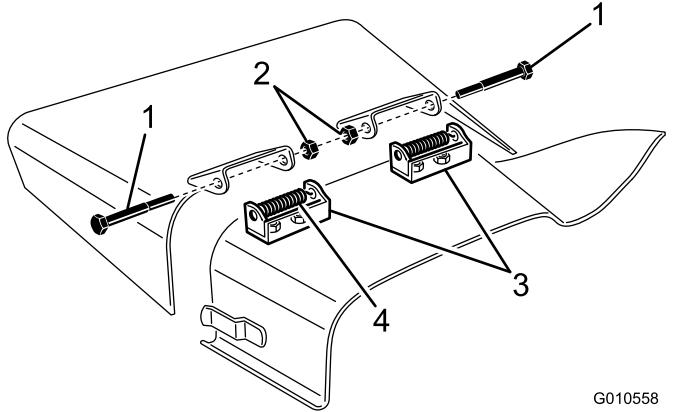

Figura 31
- Retire los 2 tornillos de caperuza, las contratuerzas y los muelles que sujetan los soportes del deflector a los soportes de giro (Figura 31).
- Para retirar los soportes de giro, retire los pernos de cuello cuadrado y las tuercas (Figura 31).